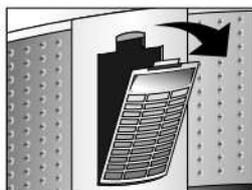

Figura 35
- Hale el filtro de pelusas como se indica en la figura 35.